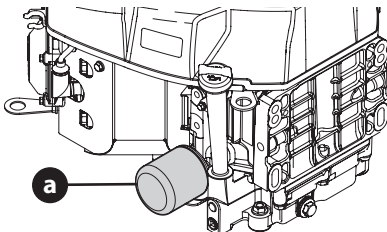

Figura 6
Este motor está equipado con un spin-en el filtro de aceite (a) que debe cambiarse cada vez y cambio de aceite se realiza, cada temporada o de 100 horas. (Figura 6).
5. Quitar la espuma pre-filtro de aire (c) de todo el papel de filtro (d) (Figura 6). Sustituya el elemento de papel cuando sucio o dañado. Limpia el elemento de espuma o sustituya cuando dañado.